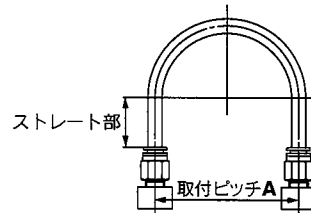
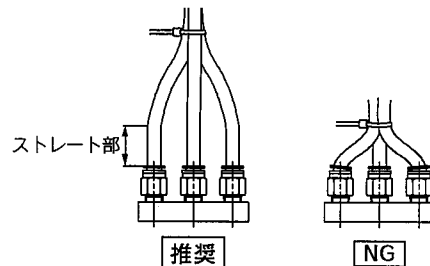

図1 推奨配管図
図2 結束バンドで配管を束ねた場合
- ①ワンタッチ管継手に配管する際は図1の推奨配管条件にて、チューブ長さに余裕を持った配管をお願い致します。また、結束バンドなどで配管を束ねる場合には継手に外力が加わらないよう配管してください。(図2参照)